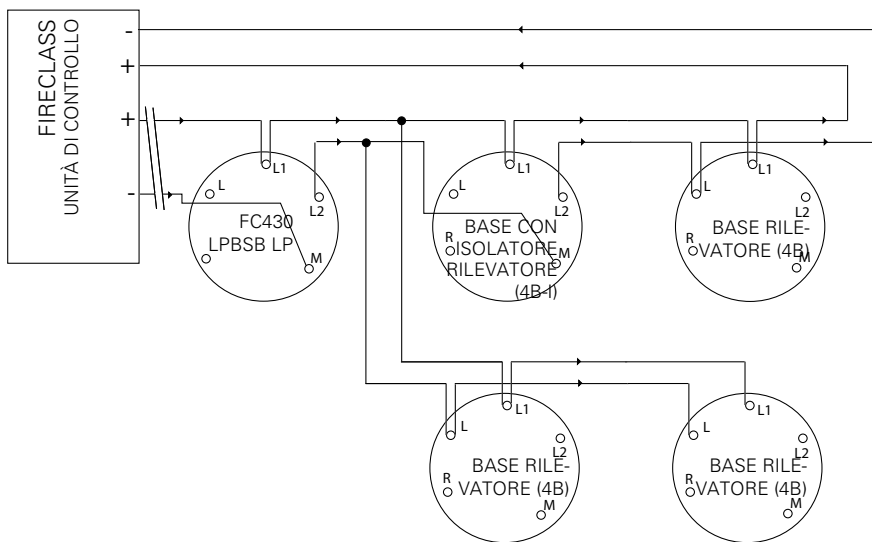

Fig. 2: Diagramma di cablaggio semplificato per la base sirena/lampeggiatore FC430LPBSB LP
I cavi devono essere selezionati in conformità con le norme locali. Inoltre devono essere collegati come illustrato nella Fig. 2, prestando attenzione ai contrassegni di polarità.
- 4 Cablare la base per sirena/lampeggiatore FC430LPBSB LP come illustrato nella Fig. 2, prestando attenzione ai contrassegni di polarità.
- 5 Cablare la base per sirena/lampeggiatore FC430LPBSB LP come illustrato nella Fig. 2, prestando attenzione ai contrassegni di polarità.